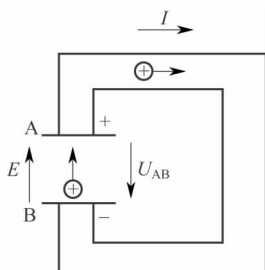

图 1-3 电荷的运动回路
(1) 电压 在导体内，电荷的定向运动形成电流，它是在电场力的作用下实现的。为了衡量电场力对电荷做功的能力，引入电压这一物理量。如图 1-3 所示电路中，A、B 两点间的电压 U_{AB} 在数值上等于电场力把单位正电荷从 A 点移到 B 点所做的功。在电场内两点间的电压也常称为两点间的电位差，即电压：
按照电动势的定义, 其单位也是 V。必须注意, 电动势的实际方向由负极指向正极, 如图 1-3 所示。因此, 电动势的实际方向与电压的实际方向相反。